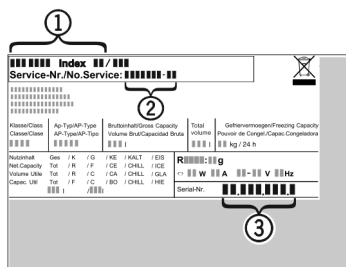

Fig. 14
- ▶ Leggere la denominazione dell'apparecchio Fig. 14 (1), il n° assistenza Fig. 14 (2) e il n° di serie Fig. 14 (3) sulla targhetta identificativa. La targhetta identificativa è situata all'interno dell'apparecchio, sul lato sinistro.
- ▶ Informare il servizio di assistenza e comunicare il difetto, la denominazione dell'apparecchio Fig. 14 (1), il n° assistenza Fig. 14 (2) e il n° di serie Fig. 14 (3) .